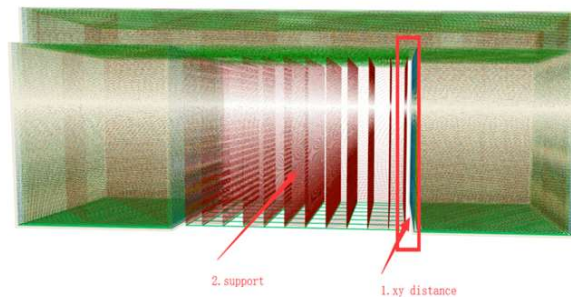

图 28·切片后(加支撑)
6.支撑与模型XY平面间距(单位mm): 即支撑距离模型指定的横向平面的间距, 如图 28。此间距决定支撑离模型的距离, 太近会不好去除, 太远了会造成支撑区域缩小而出现悬垂, 默认值是经测试过的较好的一个值, 一般情况可无需调整。若有更高打印要求的用户, 建议按照0.3mm梯度增加或减少。